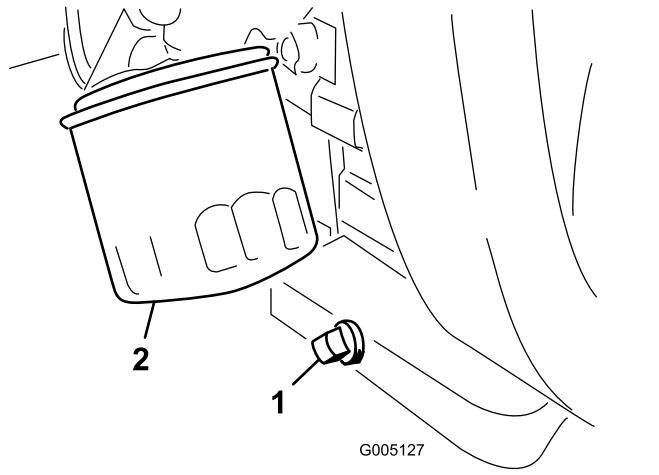

图 42
1. 拆下排油塞 图 42 让油流入放油盘。
2. 清洁排油塞的螺纹施用聚四氟乙烯密封材料然后安装排油塞 图 42。
3. 拆下机油滤清器 图 42。